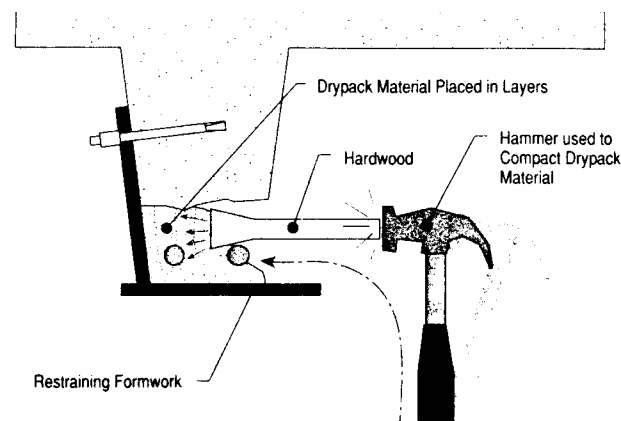

Fig 3.22 - Représentation schématique de la procédure de réparation de type *Dry Pack*.
- Cette technique est surtout utilisée pour remplir des ouvertures de **faible surface** mais **relativement profondes** (Fig 3.22) avec un bon confinement latéral (profondeur minimale de 25 mm).